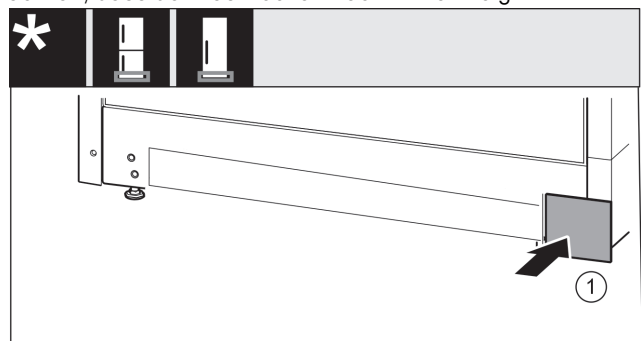

Fig. 32
- Abdeckung Fig. 32 (1) auf der anderen Seite wieder aufsetzen.